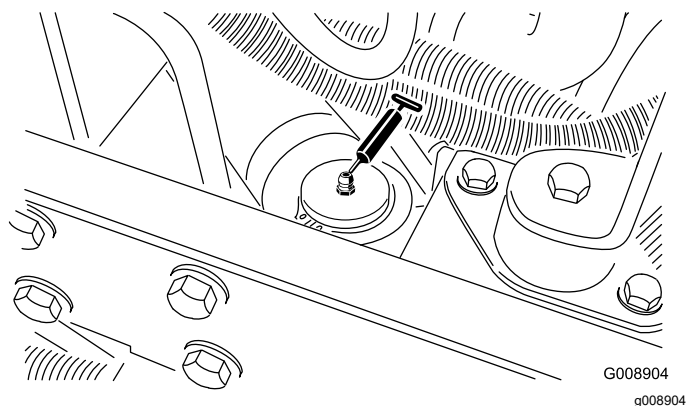

Figura 43
- Cilindro de dirección (**Figura 43**)